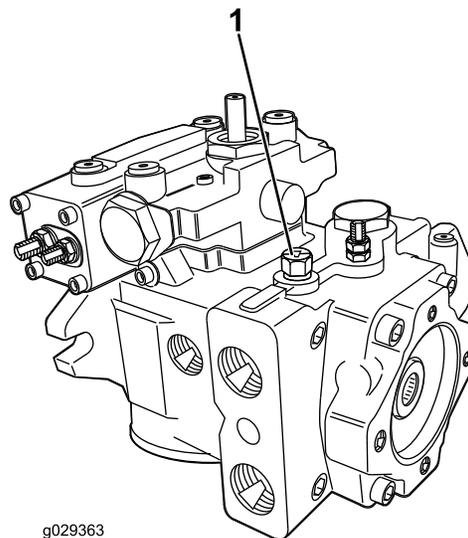

Bild 32
8. Öffnen Sie das Getriebesicherheitsventil oben an der Getriebepumpe, um die hydraulische Dienstbremse außer Betrieb zu nehmen, wie in Bild 32 abgebildet.
2. Schließen Sie das Getriebesicherheitsventil (Bild 32).